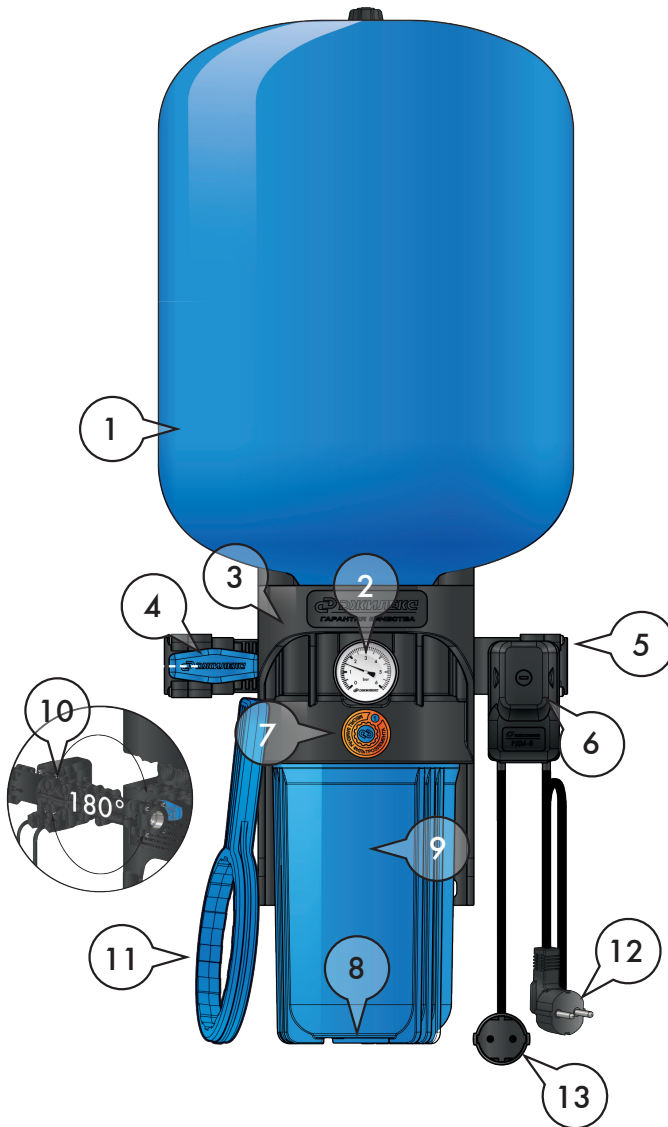

Рисунок 3
КРАБ-Т (рисунок 3) содержит стационарно закрепляемый на опорной поверхности (стене) корпус (3), являющийся базой; к нему присоединяются:
- гидроаккумулятор (1); гидроаккумулятор имеет наружную резьбу на фланце и навинчивается сверху на корпус, содержащий ответное резьбовое отверстие, уплотняется торцевым или радиальным эластичным уплотнителем;
- пластмассовая колба (9) для картриджа с сливной пробкой (8). Колба картриджного фильтра имеет наружную резьбу и навинчивается снизу на корпус, содержащий ответное резьбовое отверстие, уплотняется торцевым или радиальным эластичным уплотнителем; в нижней части колбы расположена сливная пробка, уплотняемая эластичным уплотнителем; для монтажа/демонтажа колбы к комплекту прилагается ключ (11);
- манометр (2);
- устройство индикации месяца замены фильтрующего картриджа (7);
- съемный коллектор (10), который содержит встроенный шаровый кран (4) с резьбовым патрубком на выходе, обратный клапан с резьбовым патрубком на входе (5), соединительный штуцер для реле давления; коллектор содержит 3 цилиндрических патрубка и вставляется в ответные отверстия корпуса с возможностью обеспечить подачу воды слева направо или справа налево; уплотняется эластичным уплотнителем, фиксируется на корпусе винтами;
- реле давления РДМ – 5 (6).